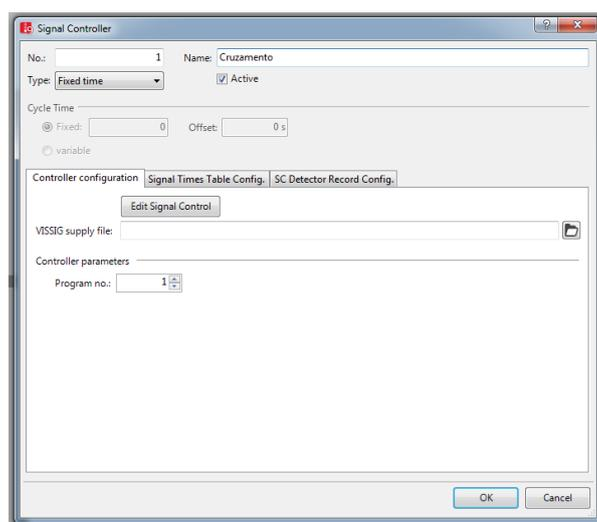
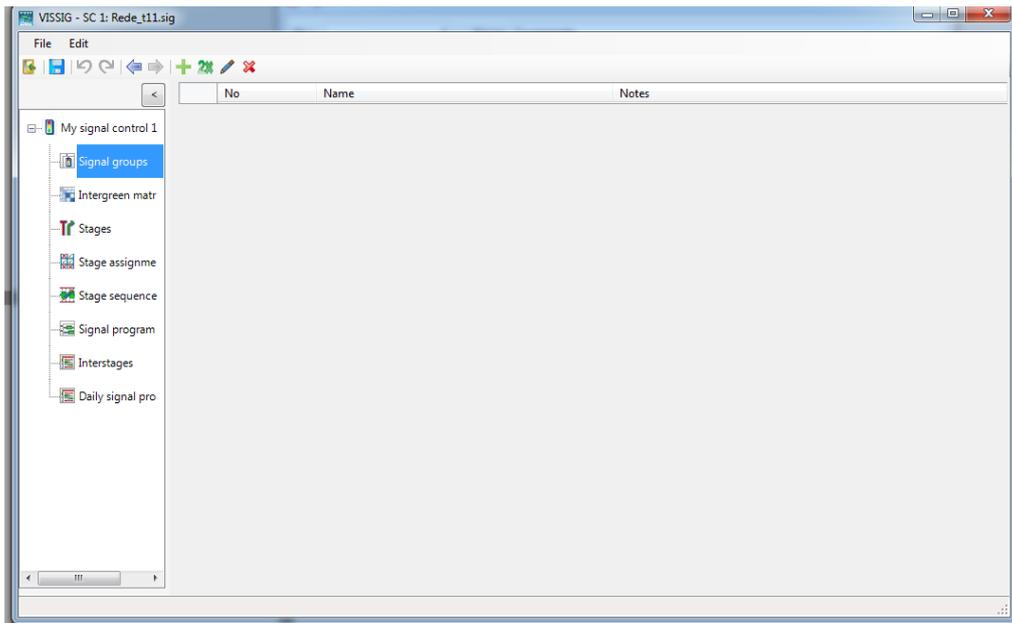

Figura 4
Figura 5
9. Na janela aberta, coloque o nome “**Cruzamento**” conforme Figura 4 e na aba **Controller Configuration** selecione **Edit Signal Control**, a qual abrirá uma nova janela Figura 5.